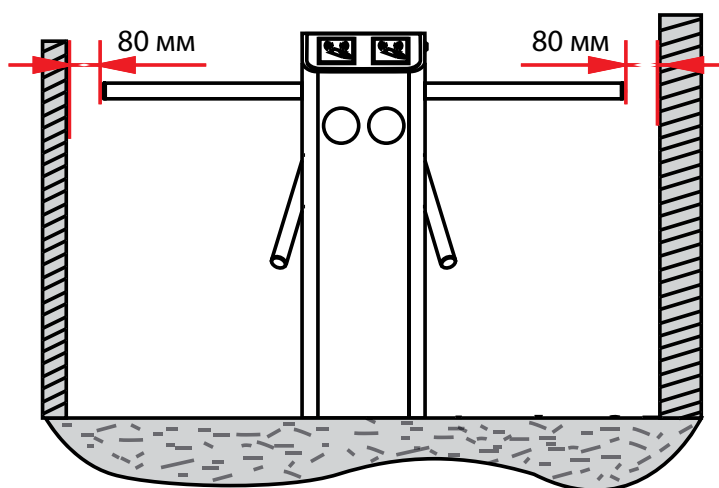

Рис. 5
Оборудование должно быть установлено на бетонном основании, в котором можно надежно закрепить анкерные болты. Рекомендуется установить вспомогательный каркас или ограждение, чтобы сформировать проход, как показано на Рис. 5.
1. Зазор между ограничителем и планкой не должен превышать 80 мм (см. Рисунок 5).